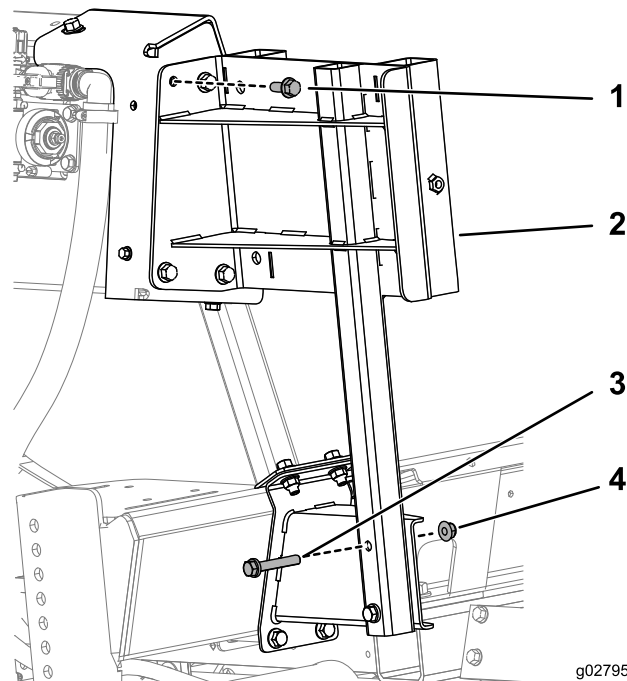

Bild 5
4. Befestigen Sie die Stützhalterung für das Trommelfach mit vier Schrauben (3/8-16" x 1", GR5), zwei Schrauben (3/8-16" x 2-1/4") und sechs Bundmuttern (3/8-16") an der oberen und unteren Halterung, wie in **Bild 5** abgebildet.